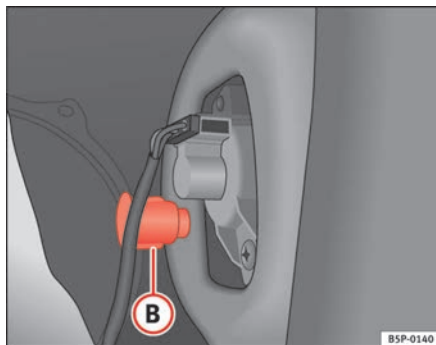

Fig. 191 Luz de población/freno
- Desenrosque la pieza de plástico ⇒ fig. 191 (B) que fija el piloto. Para iniciar el giro puede servirle de ayuda insertar el destornillador en dicha pieza.